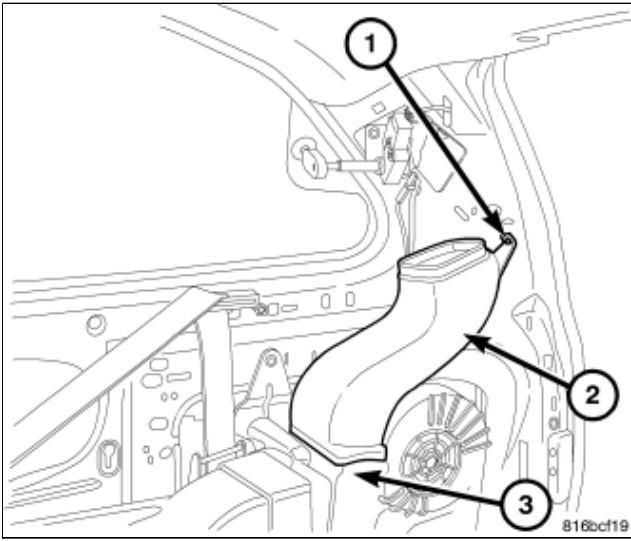

图 2 下后部顶篷分配管
- 5. 拆卸将下后部顶篷分配管固定到右D柱的螺钉(图 2)。